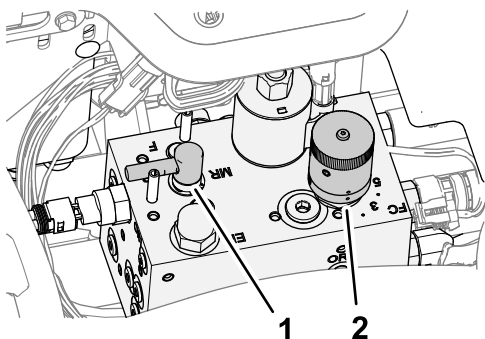

Figura 89
3. Mueva la palanca de autoafilado a la posición F (siega) (Figura 89).